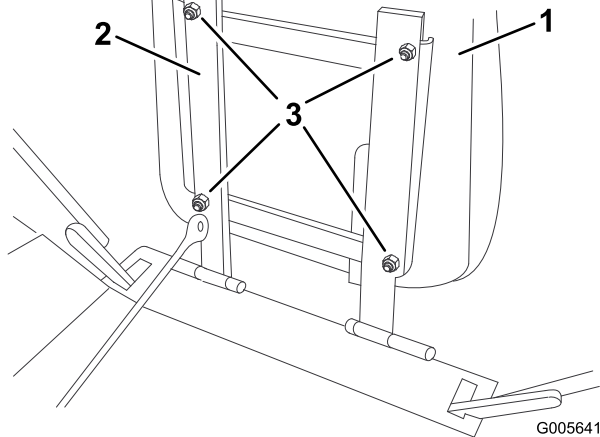

Figure 3
2. Retirez les écrous qui fixent le siège à son armature (Figure 3). Conservez les écrous.